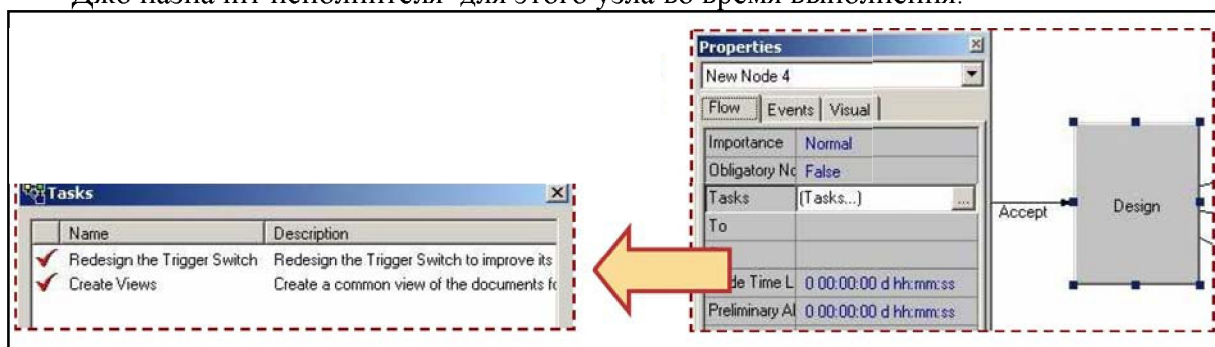

Рис.35. Назначение задачи для конструктора
- Дважды щелкните на узле «Design» и назначьте задачи для конструктора (рис. 35).